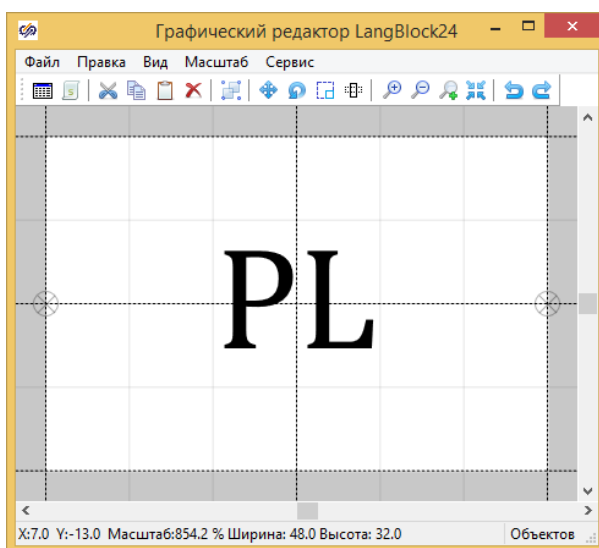
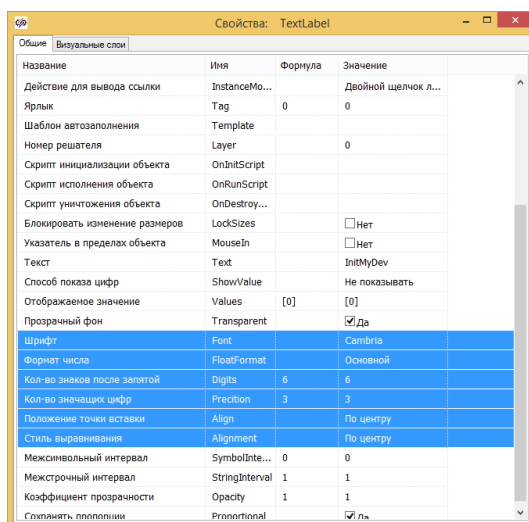

Рисунок 28
Рисунок 31
- Выделить блок мышкой и нажать на правую кнопку, в выпадающем меню выбрать опцию **“Графическое изображение блока...”** см. Рис. 28
Можно изменить параметры шрифта и расположение надписи на блоке, для этого необходимо перейти к графическому изображению блока см. Рис. 28 курсором мыши активизировать надпись и нажать на правую кнопку мыши и выбрать опцию **“Свойства объекта”** в результате появится окно с помощью, которого можно выбрать оптимальные параметры надписи и размер шрифта см. Рис. 31.